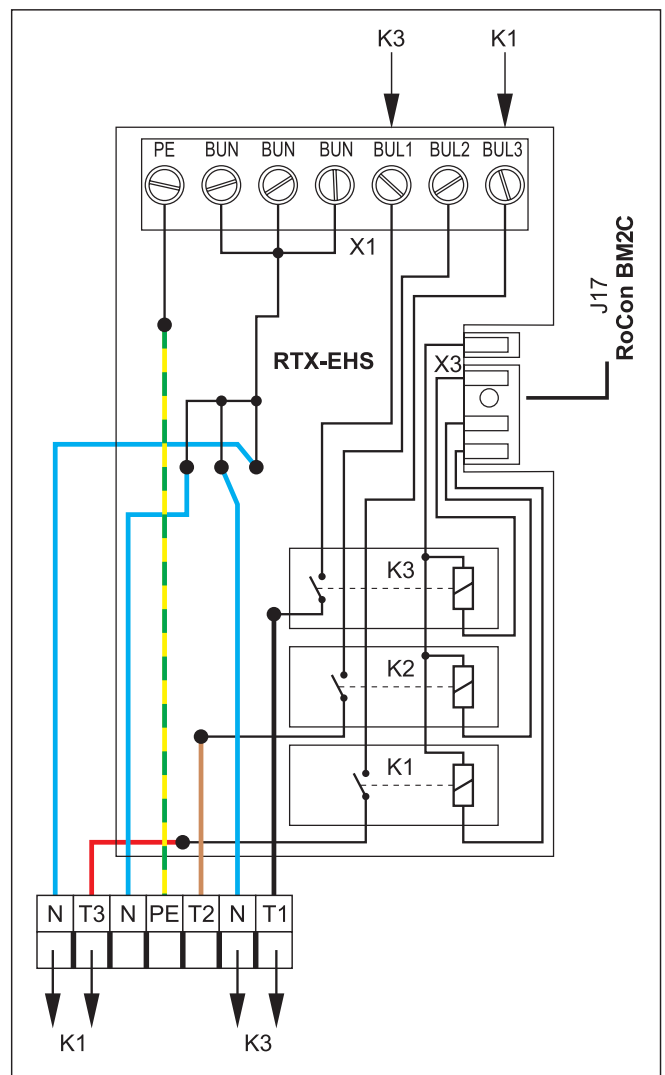

Fig. 54-38 Collegamento alla scheda elettronica RTX-EHS
La richiesta del generatore di calore esterno viene commutata tramite un relè sulla scheda RTX-EHS (vedere Fig. 54-38). Il collegamento elettrico alla Daikin Altherma EHS(X/H) è possibile nel modo seguente:
- 3 Realizzare collegamenti idonei sulla scheda RTX-EHS del kit di collegamento (vedere Fig. 54-38).